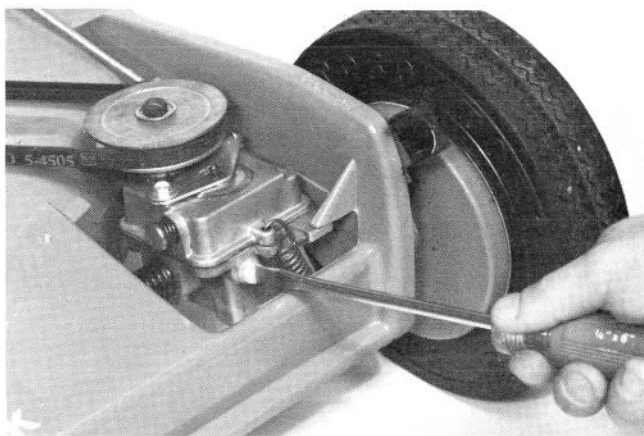

Figure 30
3. Placez la tondeuse sur une surface plane et de niveau, nettoyez le tour du bouchon en plastique et enlevez le bouchon du boîtier d'engrenages. L'huile à engrenages devrait s'écouler par le trou dans le boîtier si elle est au niveau voulu (Fig. 30). Si l'huile ne déborde pas, ajoutez de l'huile à engrenages: passez au n° 4.